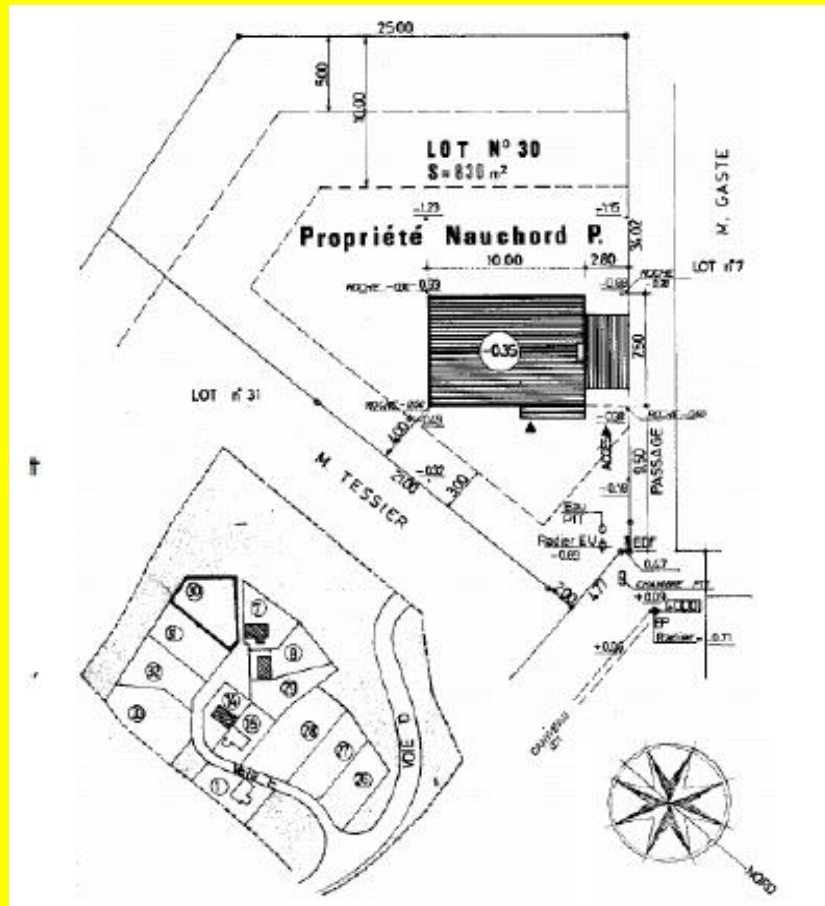

Figure 2: Plan de masse.
2.2.3 Plan de masse (Figure 2)